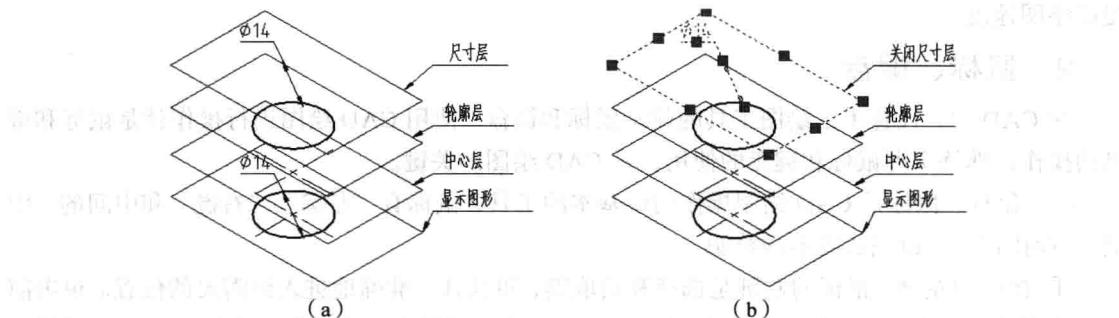

图 1-4 图层原理示意图
(1) 图层。我们可以将图层想象成透明的薄片，把图形的各个元素画在不同的薄片上，再将薄片叠加在一起，获得的图形如图 1-4 (a) 所示；通过对图层进行控制即可实现对图形的控制，当关闭尺寸层后，获得的图形如图 1-4 (b) 所示。